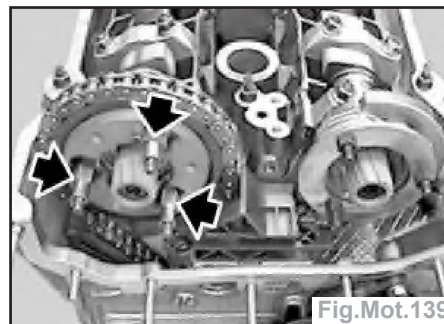

Fig.Mot.139
- Défaire les broches filetées (Fig.Mot.139).
- Insérer et visser les broches filetées (Fig.Mot.139) :